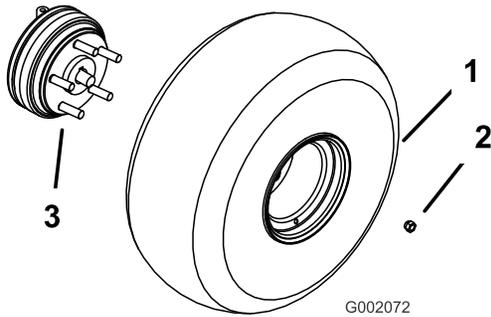

Bild 3
- Montieren Sie die Räder mit den vorher abgenommenen Befestigungen (Bild 3) und ziehen Sie sie auf 61 bis 88 Nm fest.